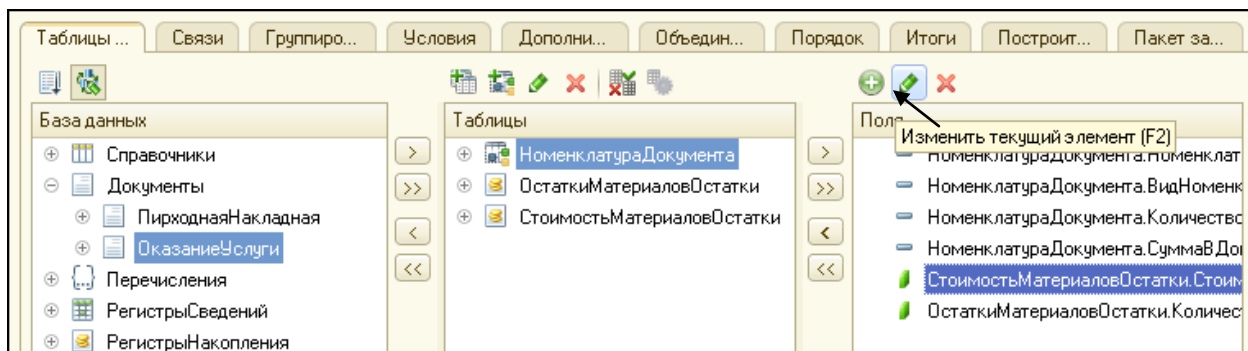

Рисунок 5.18 Изменение текущего элемента
2. Перейти на закладку **Таблицы и поля**. В области **Поля** выделить поле **СтоимостьМатериаловОстатки.СтоимостьОстаток**, нажать на кнопку **Изменить текущий элемент** (рис. 5.18).